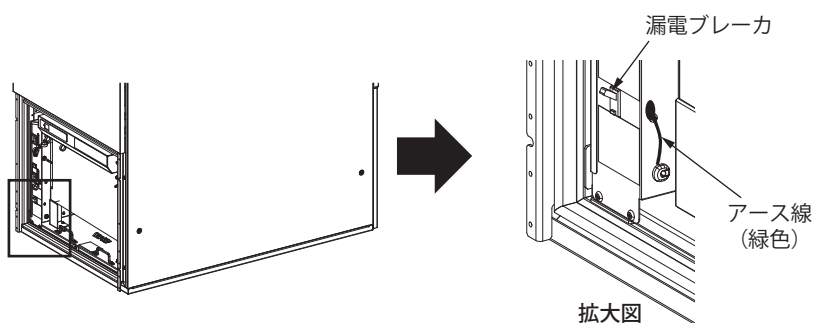

図29
- ③クーラーの緑色のアース線を外してください(図29)。
- ④絶縁抵抗・耐電圧の確認が完了しましたら、アース線を戻し取り付けてください。